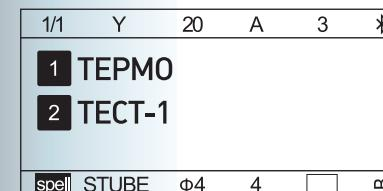

Рисунок 4.3-6
6) Затем заполните второй абзац: "TECT-1", он появится на дисплее (Рис. 4.3-6)